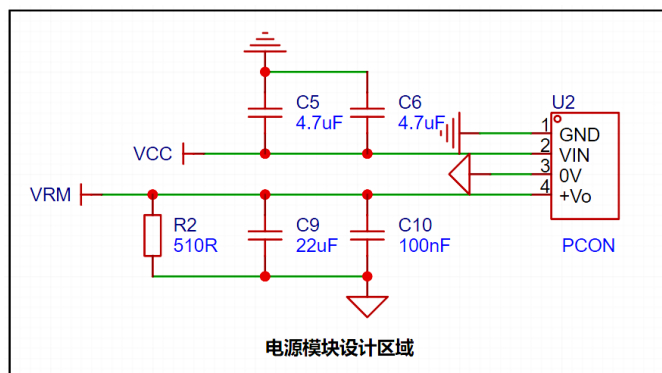

图 3 电源模块区域设计图
1、在嘉立创 EDA 专业版设计环境下打开“资源数据包”中的工程文件 15P2D_EDA.eprj，在电源模块设计区域内，使用给定的器件，完成图 3 所示的原理图电路绘制。